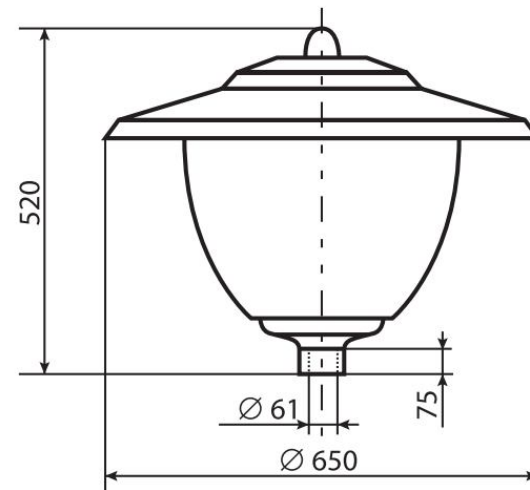

Рисунок 1
2.1 Светильники торшерные серии ЖТУ/ГТУ/РТУ10 (рисунок 1) предназначены для функционально-декоративного освещения парков, скверов, бульваров, зон отдыха, территорий микрорайонов, коттеджных поселков.